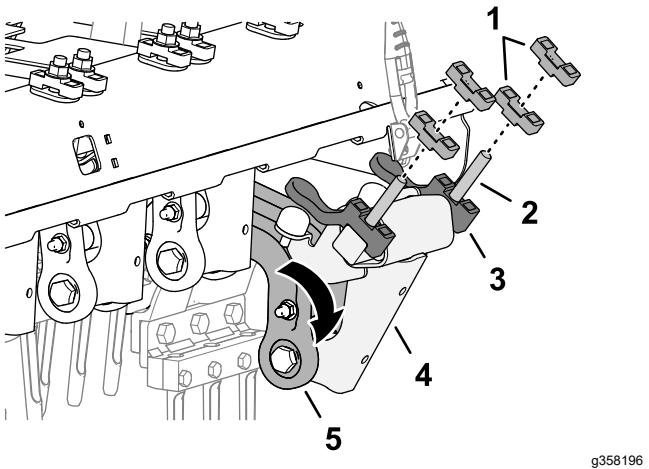

Figure 133
3. Tournez la biellette et l'arbre de l'amortisseur vers le bas (Figure 133).